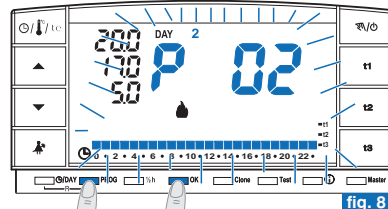

fig. 8
- Premere il tasto **PROG** per entrare in visualizzazione programmi, premere i tasti ▲ ▼ (oppure PROG ad impulsi) sino a quando sul display appare il numero del programma che si vuole selezionare. I programmi P 02 (inverno) e P 03 (estate) come da impostazione di fabbrica, hanno tutti i digit sulla scala delle 24h riferiti alla temperatura di t3 (Assenza) esempio in fig. 8.